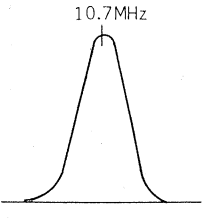

Abb. 12
Bei einem FM-Abgleich verfährt man nach Abb. 12.
| ① | OSZILLOGRAPH:..... Den VERT. -Eingang des Oszillographen mit dem "heißen" Ende des Lautsprecherreglers verbinden. WOBBELGENERATOR..... Mit TP1 verbinden. Zwischen Generator- Ausgang und Meßpunkt ist ein Kondensator zu schalten, damit die Gleichspannung abgeblockt wird. Die angeschlossenen Meßinstrumente sind danach so einzustellen, daß am Bildschirm des Oszillographen eine Kurve nach Abb. 12 zu beobachten ist. | Den höheren Frequenzen zu. | 10,7MHz±1MHz, Stellung: WOBBEL | T5 ist herauszudrehen, danach sind T4, T3, T2, T1 entsprechend abzugleichen. |